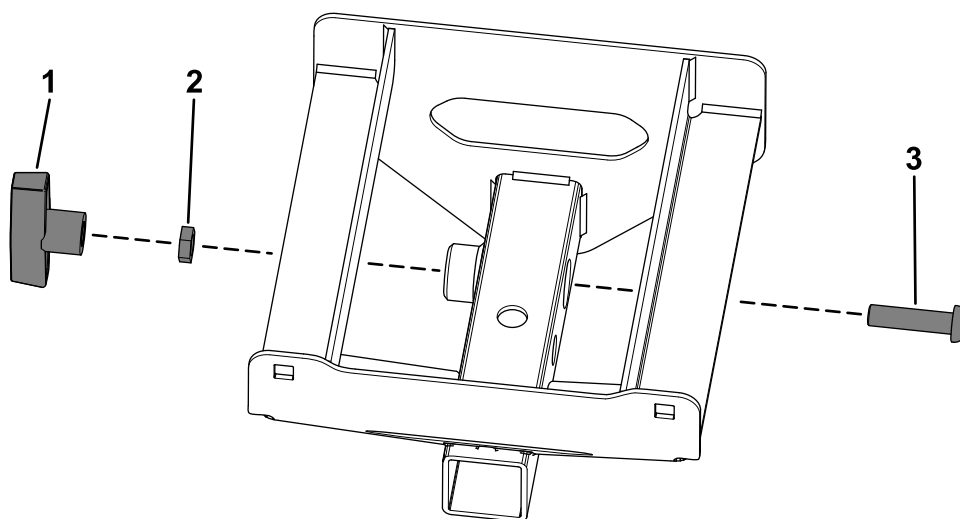

図 2
1. 後部アタッチメントレシーバにT 字ハンドルを取り付けるジャムナットとボタンヘッドボルトを使用する 図 2。